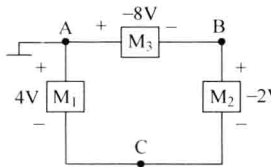

图 1-1-9
【解】(1) 以 A 为参考点，如图 1-1-9 所示，则 $V_A = 0$